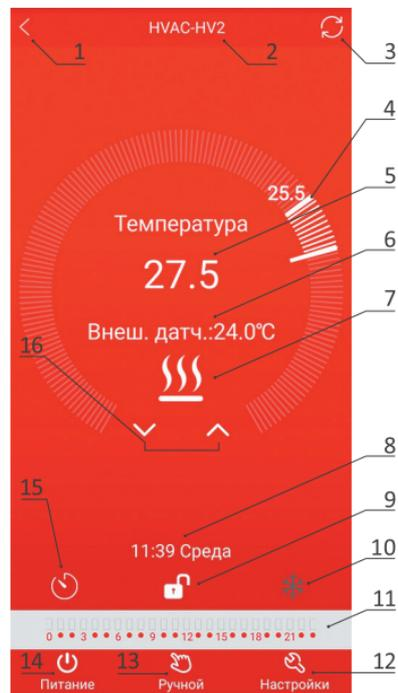

Рисунок 9
8.3.6. Элементы экрана управления термостатом (*рисунок 9*):